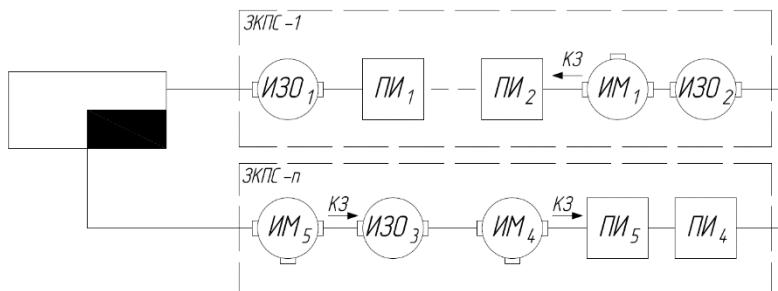

Рисунок 2 – Схема структурная включения ИМ-Ex-П в кольцевую АЛС для имитации обрыва и КЗ между ЗКПС
8.2 Размещение ИМ-Ex-П в четырехпроводной АЛС для имитации обрыва и КЗ между ЗКПС (рисунок 2).